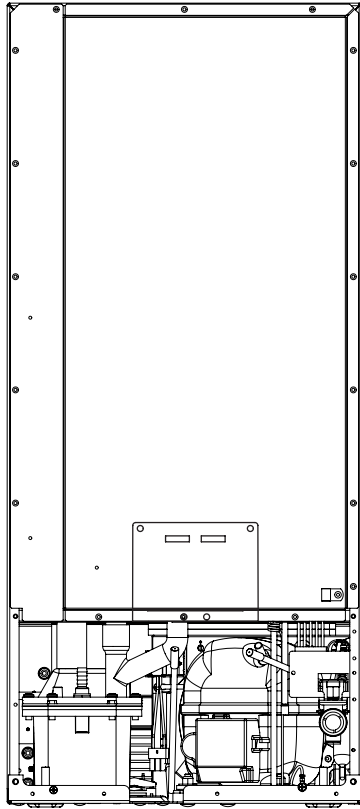

Figure 39
7. Débranchez la conduite de sortie de la vanne d'eau vers le réservoir, et drainez l'eau résiduelle de la zone de piège de la conduite d'eau (Voyez les Figures 39 et 39a).
8. Reconnectez la conduite d'eau de sortie de vanne d'eau (Voyez les Figures 39 et 39a).